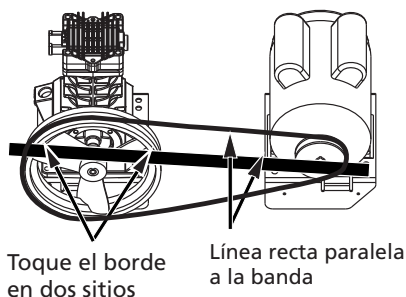

Figura 6
- Para alinear la banda, coloque un objeto recto entre dos puntos del borde del volante (Vea la Figura 6).